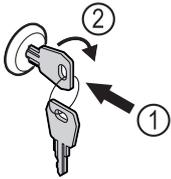

Fig. 123
- ▶ Introducir la llave. Fig. 123 (1)
- ▶ Gire la llave 90° en el sentido de las agujas del reloj. Fig. 123 (2)